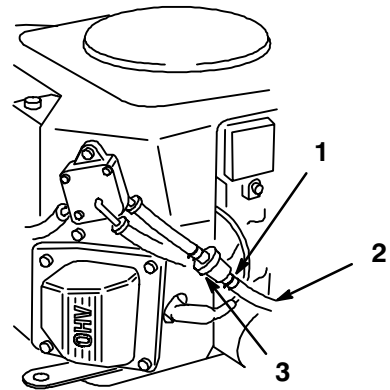

Bild 30
4. Drücken Sie die Enden der Schlauchklemme zusammen und schieben sie an der Kraftstoffleitung nach oben zum Kraftstofftank (Bild 30).
5. Ziehen Sie die Kraftstoffleitung vom Filter (Bild 30). Öffnen Sie den Kraftstoffhahn und lassen das Benzin in einen vorschriftsmäßigen Kanister ablaufen.